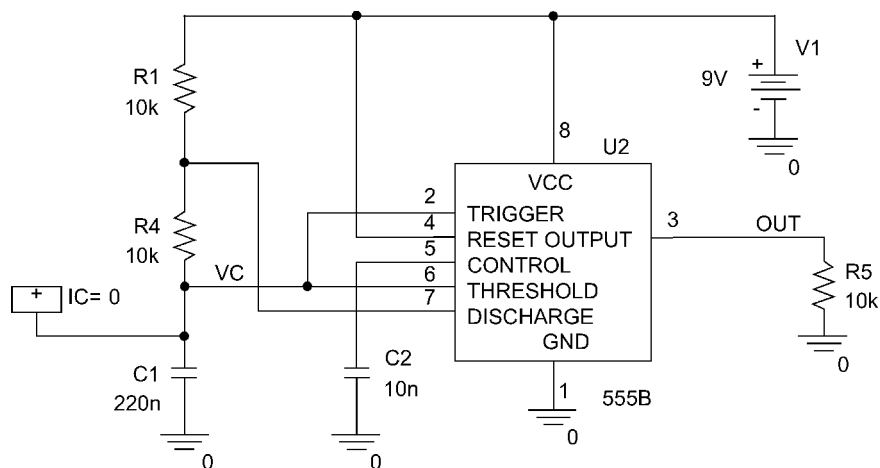

图 19.6 NE555 时钟振荡器
1. 创建新仿真项目, 名称为 Clock Oscillator。重命名 SCHEMATIC1 为 clock, 绘制如图 19.6 所示的电路图。芯片 555 选自 anl_misc 元件库。555 有三种型号: 555alt、555B 和 555C, 每种型号的引脚布局都不一样。仿真时利用 IC1 对电容 C1 进行初始值设置, IC1 保存在 special 元件库中。